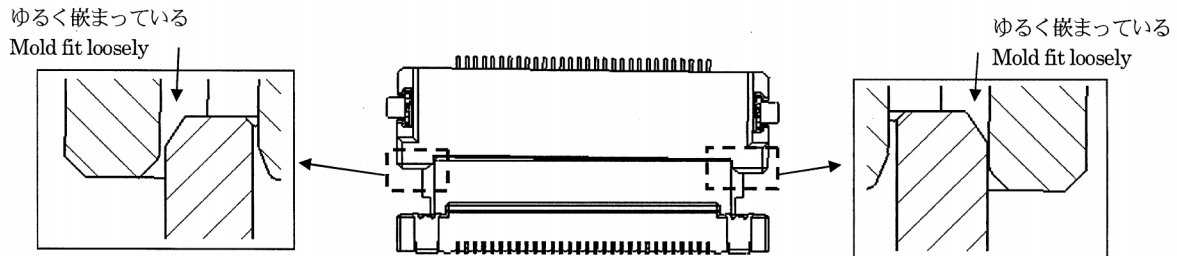

図3 / Fig.3
- ・位置決め後、両端のモールドどうしがゆるく嵌まるまで嵌合して下さい（図3）。
After locate, please mate connector where the molds fit loosely (Fig.3) .